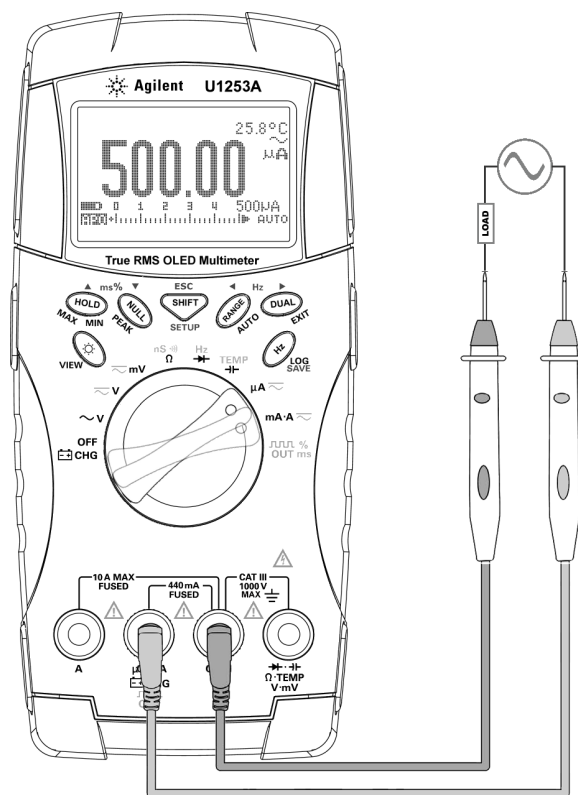

Figura 2-3 Misurazione della corrente μA e mA
- 3 Collegare i puntali di misura rosso e nero rispettivamente ai terminali di ingresso $\mu\text{A.mA}$ (rosso) e COM (nero) (consultare la Figura 2-3 a pagina 35).
2 Collegare le sonde come nella Figura 2-3 a pagina 35.